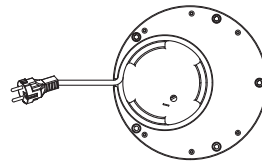

Fig. 18
- Om het netsnoer op te wikkelen, voert u het met de hand in zijn zitting, zonder het overmatig te strekken, zodat het correct in meerdere windingen wordt opgewikkeld. (fig. 18)